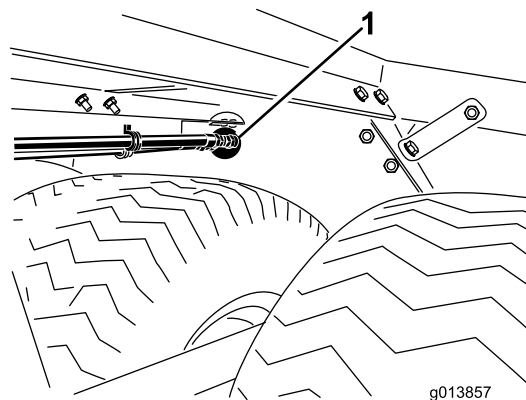

Рисунок 2
7. Убедитесь, что при установке входного и выходного штуцеров, а также монтажного кронштейна направляющей шланга соответствующие детали могут свободно входить в круглые отверстия задней стенки шасси (Рисунок 2).